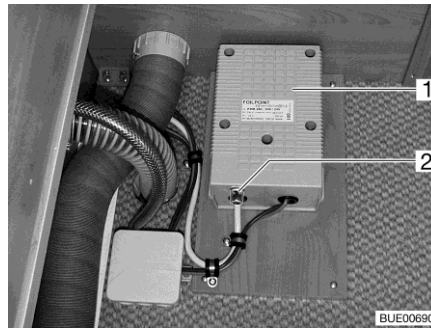

Bild 226 Trafo für elektrische Fußbodenerwärmung
Wenn der Trafo (Bild 226,1) überlastet wird, spricht der Überlastungsschutz an. Der Stift (Bild 226,2) springt heraus.
- Den Stift (Bild 226,2) am Überlastungsschutz eindrücken, wenn der Trafo abgekühlt ist.